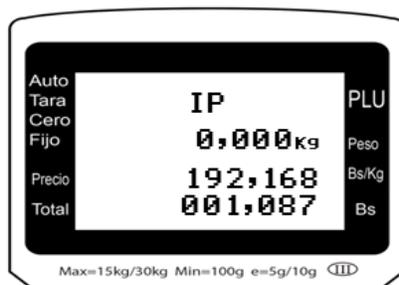

Figura 10. Parámetro de configuración de la dirección IP.
5. Ingresar la dirección IP digito por digito y presionar la tecla [Imp/ENTER], ver figura 10.